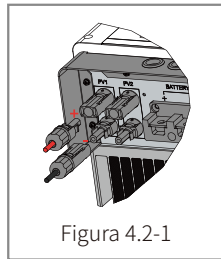

Figura 4.2-1
- **Conexión de la batería:** compruebe la conexión entre el inversor EM y la batería: asegúrese de que la polaridad (+/-) no esté invertida (consulte la figura 4.2-1).